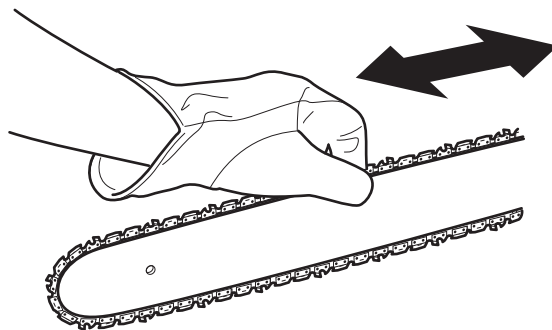

Fig. 28
4. Siga manteniendo arriba la punta de la barra guía y mueva la cadena de la sierra hacia atrás y hacia adelante a lo largo de la barra guía (Fig. 28). Compruebe que la cadena de la sierra se mueve libremente y está en el engrane apropiado con la rueda dentada. Si la cadena de la sierra no se mueve con facilidad, gire lentamente el tornillo tensor de la cadena en el sentido contrario a las agujas del reloj para aflojar la cadena de la sierra.